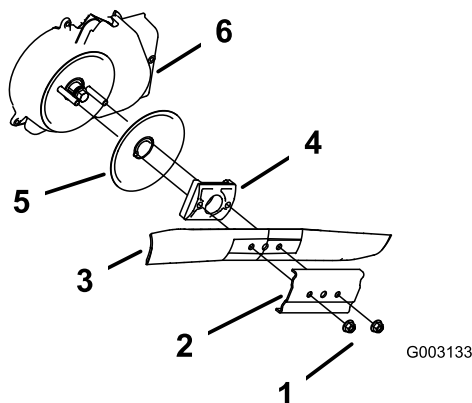

Figure 52
3. Retirez les 2 écrous de la lame et le renfort (Figure 52).
4. Déposez la lame (Figure 52).
5. Déposez le dispositif d'entraînement de la lame et le disque (Figure 52).
6. Déposez la protection de l'embrayage du frein de lame (Figure 52).
10. Reposez la lame et le renfort déposés précédemment (Figure 52).